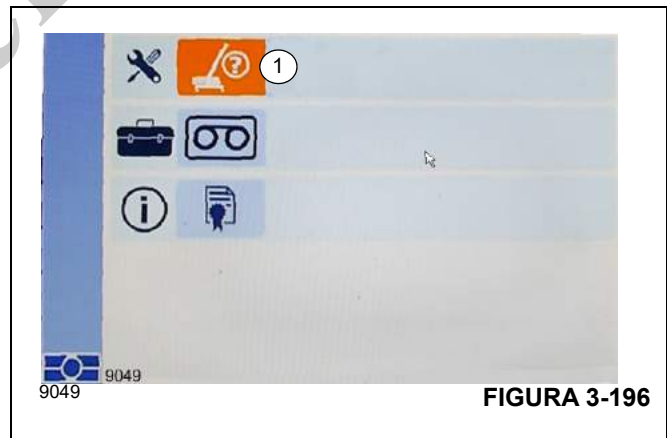

FIGURA 3-196
Este menú se abre cuando se introduce y confirma la información sobre el aparejo. Para abrir: Seleccione el símbolo (1), (Figura 3-196) y confirme